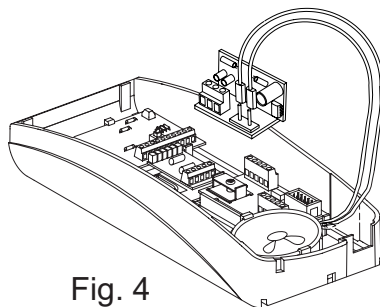

Fig. 4
- 3) Sfilare i 2 conduttori con faston dell'altoparlante dalla scheda madre del citofono e inserirli (senza tener conto di alcuna polarizzazione) nei due piolini (denominati "A-A") della suoneria Art. 6150 (Fig. 4).
- 3) Disconnect the two loudspeaker conductors with faston connectors from the mother board of the interphone and connect them to the two pins ("A-A" named) on chime card Art. 6150 (Fig. 4).
- 3) Débrancher les 2 conducteurs avec "faston" du haut-parleur de la carte-mère du poste et les insérer (sans tenir compte d'aucune polarisation) dans les deux broches (nommé "A-A") de la sonnerie Art.6150 (Fig.4).
- 3) Die 2 Lautsprecherkabel mit Kabelschuh-Flachsteckern von der Hauptplatine des Haustelefons abziehen und auf die Kontaktzungen ("A-A" getrennt) des Läutwerks Art. 6150 (Abb. 4) aufstecken. Eine Polung braucht hierbei nicht beachtet zu werden.
- 2) Insertar la ficha electrónica en el lugar apropiado (A) y fijarla con el tornillo provisto (3).
- 3) Desfilar los 2 conductores con faston del altavoz de la ficha madre del interfono e insertarlos (sin tener cuenta de las polarizaciones) en los dos bornes (llamados "A-A") del timbre Art. 6150 (Fig. 4).
- 3) Desencaixar os 2 condutores com faston do altifalante da placa base do telefone e inseri-los (sem se preocupar com a polaridade) nos dois pinos (chamados "A-A") da campainha Art. 6150 (Fig. 4).